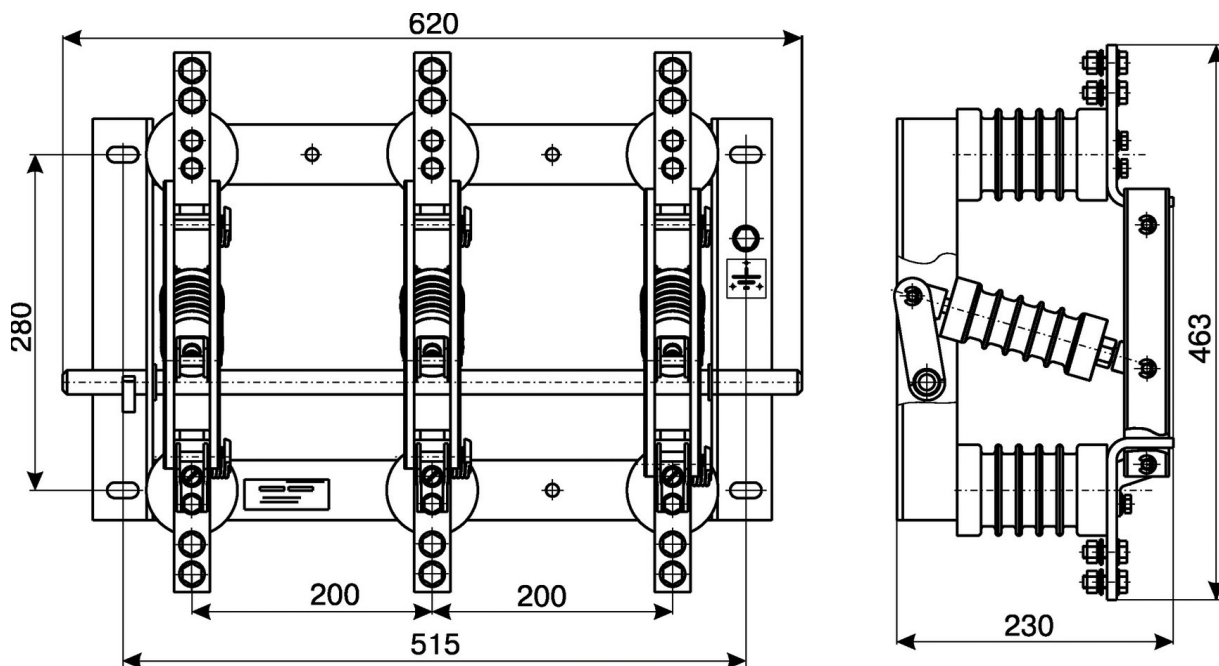

Рис. 2. Разъединители РВ - 10/630(1000).
7.1. Трехполюсные разъединители РВ, РВЗ I, РВЗ II, РВЗ III (рис. 2, 3, 4, 5, 6, 7) представляют собой три токопровода, установленных на одной раме с основным (общим) валом и приводным рычагом. Вращая вал разъединителя с помощью привода, производят одновременное включение или отключение трех контактных ножей.